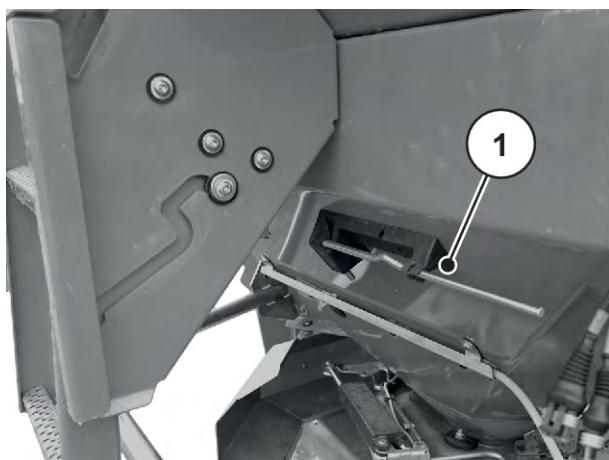

Fig. 27: Plassering av innstillingsspaken AXIS xx.2
- Legg innstillingsspaken tilbake i den tiltenkte holderen. Se *Fig. 27 Plassering av innstillingsspaken AXIS xx.2*